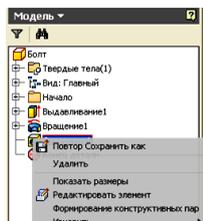
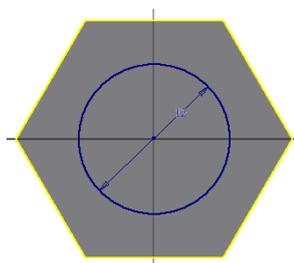

Рис. 28. Удаление элемента «Отверстие»
Рис. 29. Эскиз окружности
1. Выберите в *Браузере* элемент «Отверстие»  «Отверстие1» и нажмите ПКМ. В появившемся меню нажмите на кнопку «Удалить» (рис. 28).
3. Постройте эскиз окружности на нижней грани призмы диаметром 12 мм (рис. 28). И нажмите кнопку «Принять эскиз»  (рис. 29).